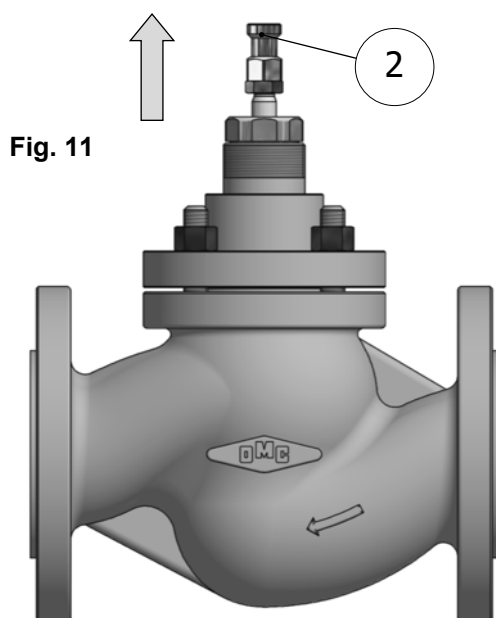

Fig. 11
- ♦ Levantar completamente el vástago (2) de la válvula «Fig. 11»